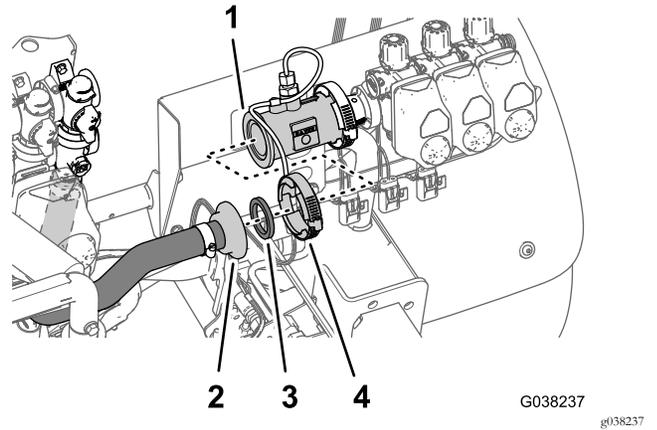

図 55
5. ステップ 3 ブームバルブから水圧トランスデューサを外す (ページ 11) で外したフローメータのホースのバンプ付きフランジフィッティングとガスケットを、フローメータの入り口フランジに合わせる 図 55。
6. フローメータのホースをフローメータに固定する 図 55 ステップ 1 ブームバルブから水圧トランスデューサを外す (ページ 11) で外したクランプを使用する。